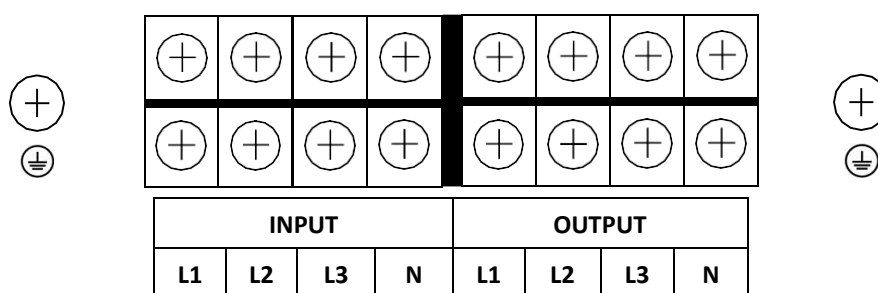

Figura 9 - Morsettiera d'Ingresso/Uscita per Stabilizzatori Trifase
- 2.1. Togliere/aprire il pannello metallico di accesso alla morsettiera. La morsettiera d'Ingresso/Uscita è illustrata in figura 9. Tutti i cavi devono arrivare alla morsettiera entrando dagli appositi fori sullo stabilizzatore.
- 2.2. Procedere al collegamento della linea d'Ingresso **AC INPUT (FASE 1, FASE 2, FASE 3, NEUTRO e TERRA)**, facendo attenzione alla corretta polarità e alla corrispondenza con la figura 9, come spiegato sotto:
- 2.3. Collegare la linea d'Uscita **AC OUTPUT (FASE 1, FASE 2, FASE 3, NEUTRO e TERRA)**, facendo attenzione alla corretta polarità e alla corrispondenza con la figura 9, come spiegato sotto: